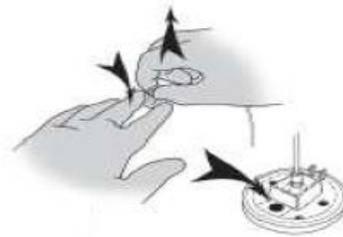

Figure 8
2. Tirer fermement les ailettes vers le haut jusqu'à ce que vous sentiez un blocage (Fig. 8), l'aiguille est verrouillée en position de sécurité. Un point vert sur l'embase de l'aiguille confirme la mise en place du dispositif de sécurité.